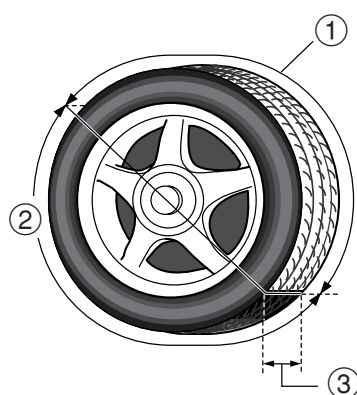

Fig. 2
- Magnetizing the tire as well as the removal of magnetism is performed from edge to edge across the width of the tire. (Fig. 2)
- La magnétisation ou la démagnétisation du pneu s'effectue de bord à bord et sur toute la largeur du pneu. (Fig.2)